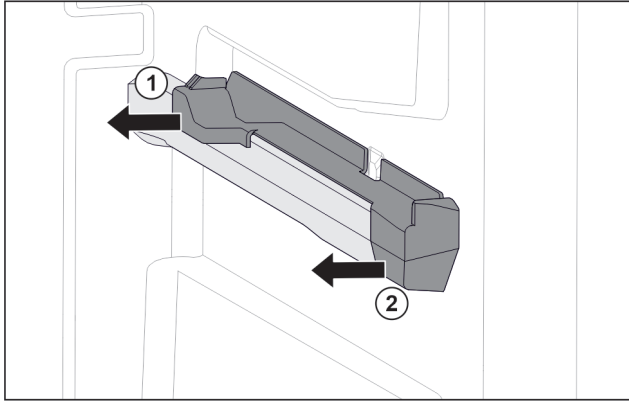

Fig. 71 Elemento inseribile sulla nervatura destra del contenitore
- ▶ Afferrare l'elemento inseribile in basso sul lato posteriore. Fig. 71 (1)
- ▶ Estrarre l'elemento inseribile dal lato posteriore di lato. Fig. 71 (1)
- ▶ Estrarre l'elemento inseribile dal lato anteriore di lato. Fig. 71 (2)